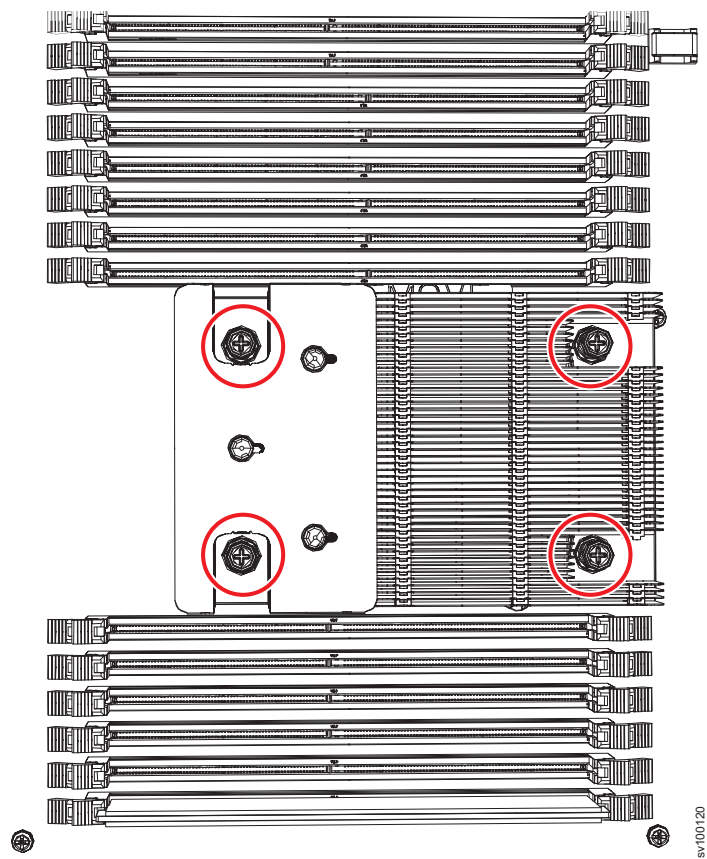

図 290. ヒート・シンクの取り外し
1. 385 ページの図 290 に示すように、ヒート・シンクの保持ねじを元に戻します。